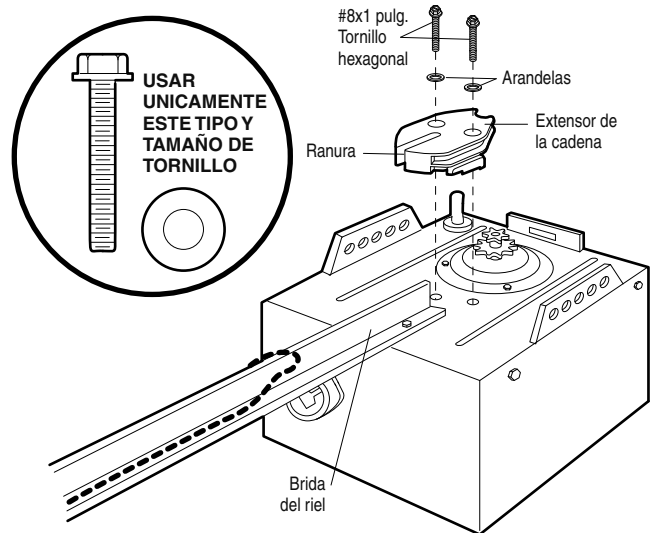

Figura 1
- Alinedo los agujeros del extensor de la cadena con los agujeros del unidad del motor como semuestra. La ranura del extensor de la cadena debe ajustarse sobre la brida del riel (Figura 1).